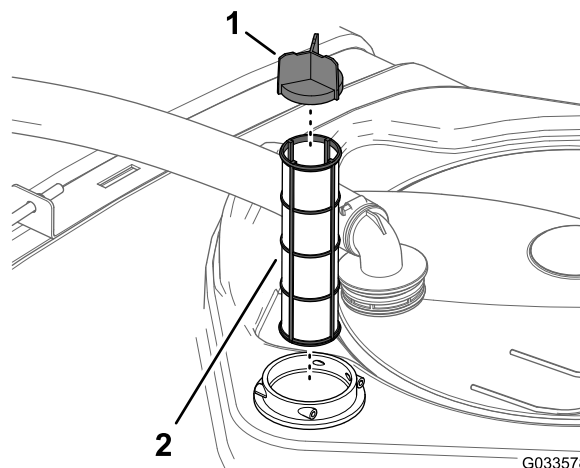

図 95
4. フィルタハウジングタンク内部からストレーナを取り出す **図 95**。